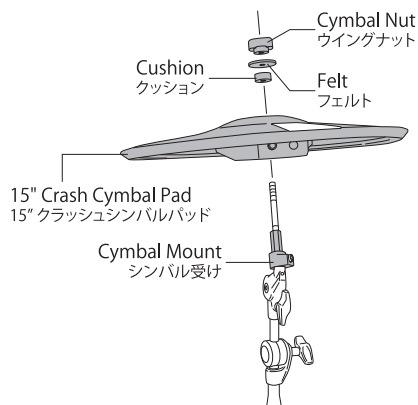

Fig.2
2. Place the 15" Crash Cymbal Pad onto the Cymbal Mount. Install the Cushion, Felt and Cymbal Nut as shown (Fig.2).
シンバル受けが付いたティルターを15"クラッシュシンバルパッドの穴に通し、クッション、フェルト、ウイングナットの順番に取付けます (Fig.2)。